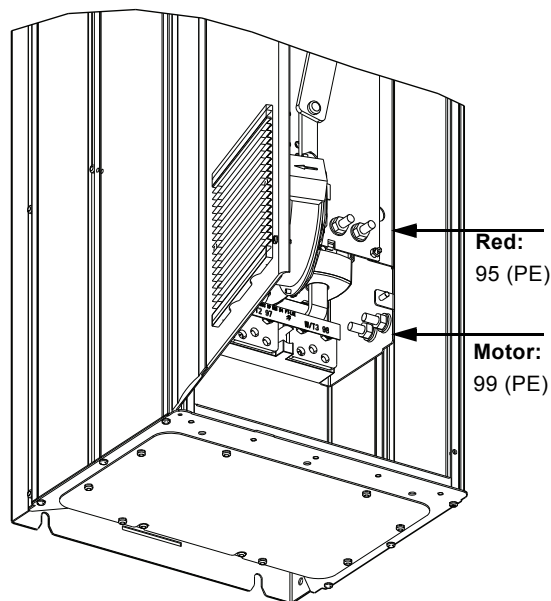

Fig. 14 Conexión a tierra
1. Conectar el conductor de tierra al terminal 99 (PE). Ver fig. 14.
1. Conectar el conductor de tierra al terminal 95 (PE). Ver fig. 14.
Tener en cuenta las siguientes posiciones de terminales cuando se diseñe la conexión de cables. Ver figs. 14 a 16.